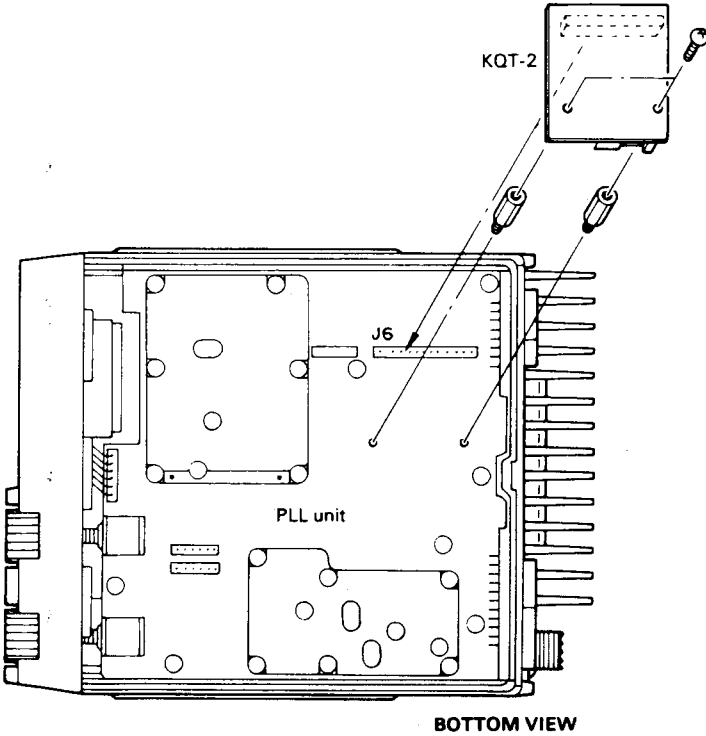

Fig. 3-5
5. Installing KQT-2 (Fig. 3-5)